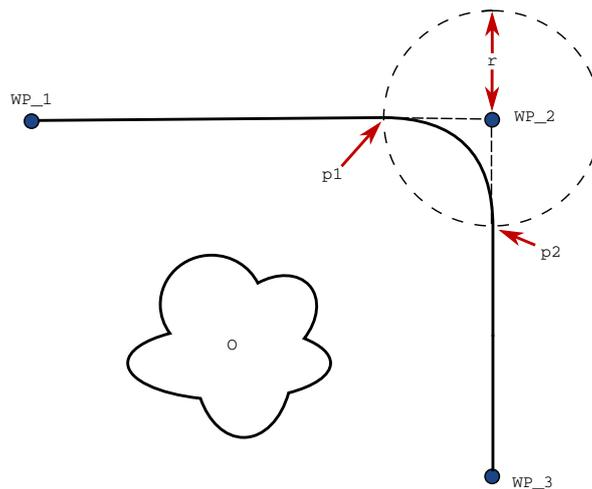

Figura 15.3: Transizione lungo WP\_2 con raggio  $r$ , posizione di transizione iniziale in  $p1$  e finale in  $p2$ . 0 è un ostacolo.
**Parametri di transizione** Oltre ai punti percorso, diversi parametri influenzeranno la traiettoria di transizione (vedi figura 15.3):